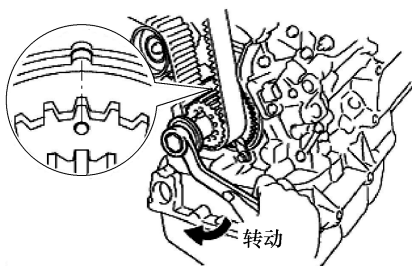

图 1-258 将曲轴正时带轮的正时标记与机油泵体的正时标记对准
① 将 1 号气缸设置为 TDC/压缩位置。
b. 顺时针转动曲轴，将曲轴正时带轮的正时标记与机油泵体的正时标记对准 (图 1-258)。